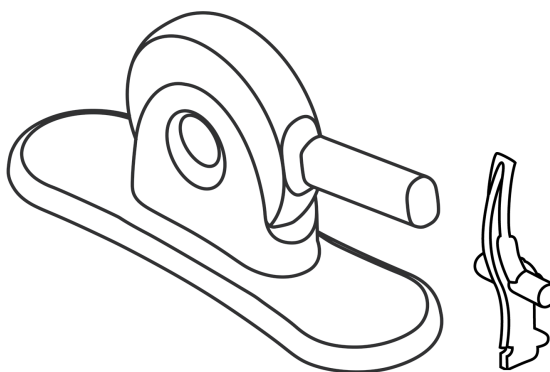

Figura 5: Dispozitiv de pliere și opritor de pliere din 2 piese Edwards
• **Dispozitiv de pliere și opritor de pliere Edwards (figura 5)**